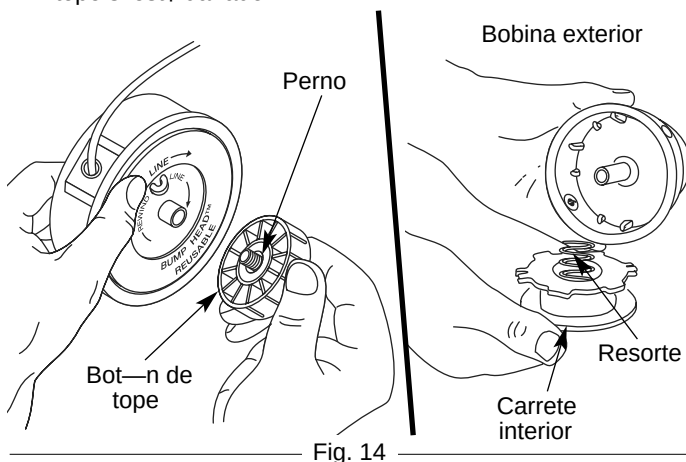

Fig. 14
1. Sostenga la bobina exterior con una mano y desenrosque el botón de tope en sentido antihorario (Fig. 14). Inspeccione el perno de adentro del botón de tope para verificar que se mueva con libertad. Cambie el botón de tope si está dañado.
2. Saque el carrete interior de la bobina exterior (Fig. 14).
3. Saque el resorte del carrete interior (Fig. 14).
1. Sostenga la bobina exterior con una mano y desenrosque el bot—n de tope en sentido horario. Inspeccione el perno dentro del bot—n de tope para verificar que se mueva con libertad. Cambie el bot—n de tope si estŁ da—do (Fig. 14).
2. Saque el carrete interior viejo de la bobina exterior (Fig. 14).
3. Saque el resorte del carrete interior viejo (Fig. 14).